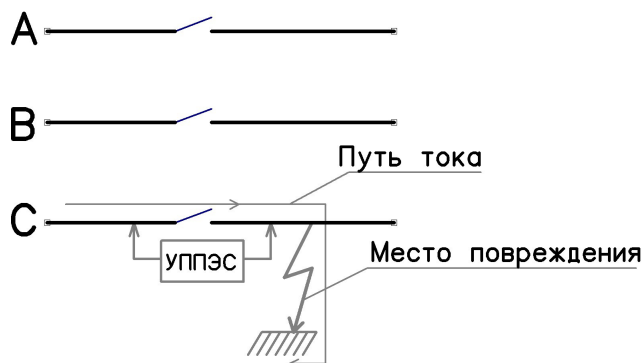

Рис.1 Путь тока при отключенных трансформаторах
- 6.2.1. Каждая жила проверяемой линии, предварительно отделенной видимым разрывом от шин, находящихся под напряжением, соединяется через устройство с любой фазой, находящейся под напряжением, причем штангой с индикатором касаются токоведущих частей подлежащих проверке, а другой штангой токоведущих частей находящихся под напряжением (Приложение 1, рис.1).